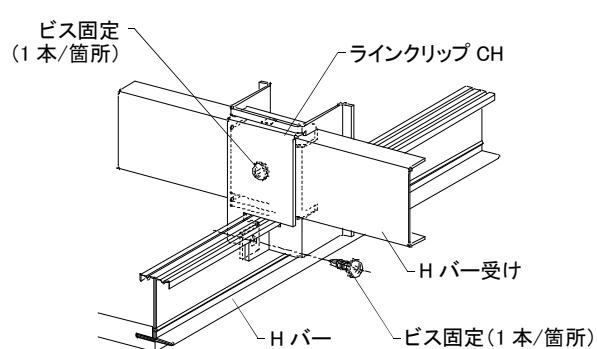

図2-8-5 Hバー受けとラインクリップCHのビス固定(Hバー3本以下ごと)
- ⑥Hバー3本以下ごと(@1200mm)に、ラインクリップCHとHバー受けおよびHバーとビス固定(計2本/箇所)する。(図2-8-4、図2-8-5参照)
なお、ビスを打つ方向は図2-8-5と逆からでも構わない。